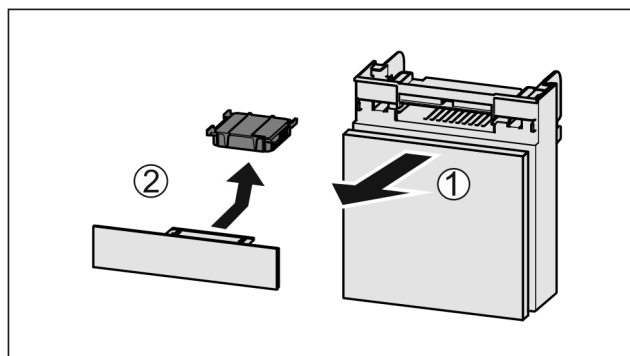

Fig. 93
- ▶ 向前拉出 Fig. 93 (1) 抽屉。
- ▶ 取出 Fig. 93 (2) 活性炭过滤器。